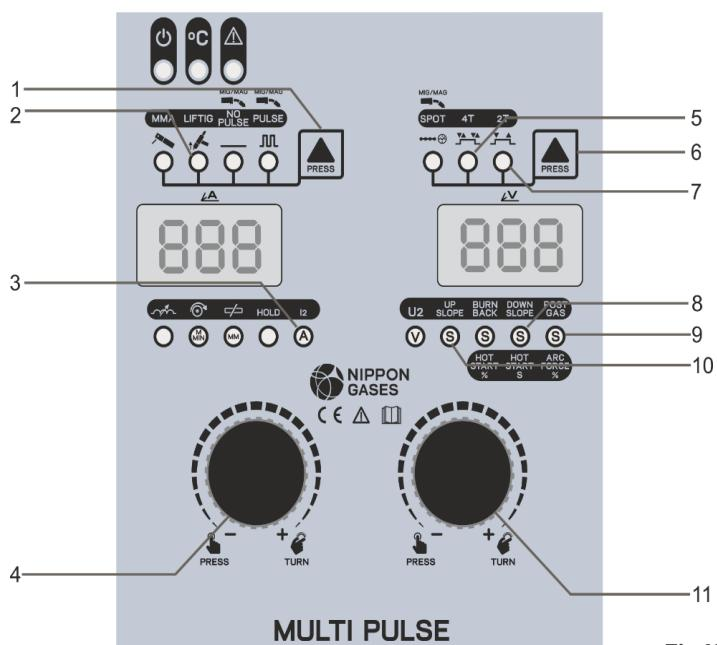

Fig.10
- Selecionar o modo de soldadura TIG pressionando a tecla 2(Fig.10) até o led 2(Fig.10) se acender.
- Selecione o modo da tocha pressionando a tecla 6 (Fig. 10) até que o led 5 (Fig.10) fique no modo de tocha 4T ou o led 7(Fig.10) para o modo de tocha 2T.
- Regular a corrente de soldadura através do botão 4(fig.10). Durante a soldadura, este parâmetro está continuamente ativo (girando o botão 4(Fig. 10), a corrente de soldadura é ajustada).
- Regular o tempo UP SLOPE (subida da corrente) em segundos, pressionando o botão direito 11 (Fig.10) até que o led 10 (Fig.10) se acenda.
- Regular o tempo DOWN SLOPE (rampa de descida para tratamento de crateras) em segundos, pressionando o botão direito 11(Fig.10) até que o Led 5 (Fig.10) se acenda.
- Regular o tempo do POST GAS (intervalo após a extinção do arco para manter o gás de proteção no final da soldadura, evitar o banho de solda e o eléctrodo de tungsténio de oxidação) em segundos, pressionando o botão direito 11(Fig. 10) até que o Led 9 (fig.10) se acenda.